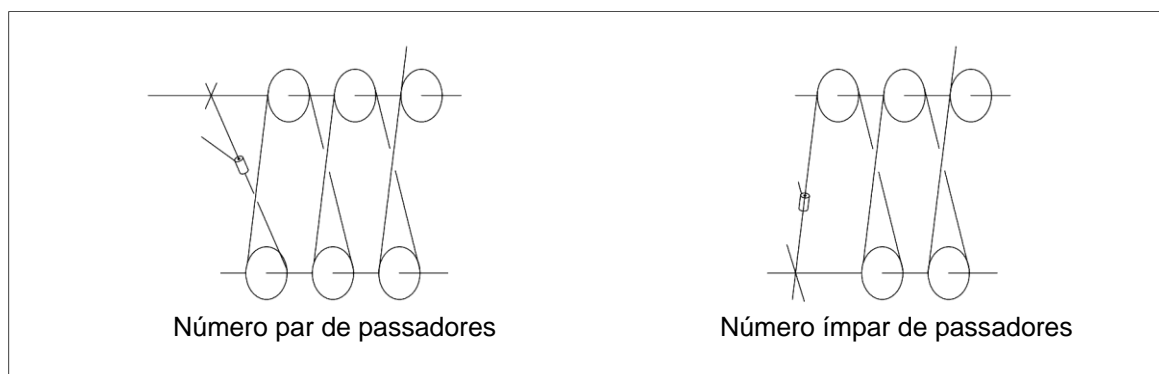

Fig. 06 – 45
- Instale o peso da chave de fim de curso de elevação de acordo com o número de passadores do cabo. Quando em número par, fixe o peso na ramificação com soquete de bolso. Quando em número ímpar, fixe o peso na ramificação adjacente da ramificação sem soquete de bolso. Consulte a Fig. 06 – 45.**